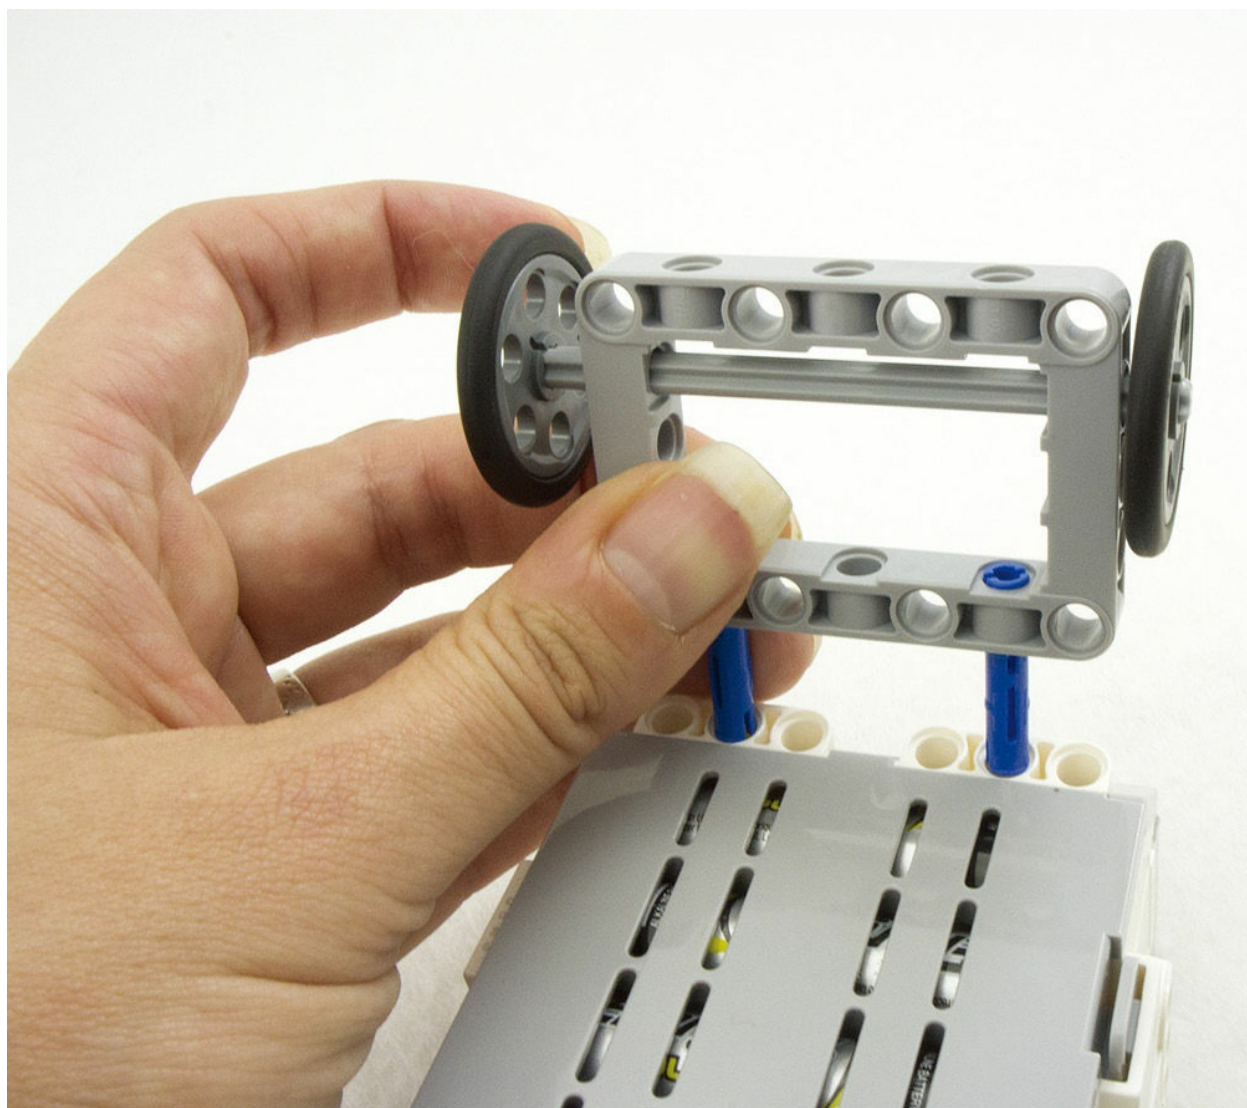

图6.3 将轮子安装到智能砖上
**4.** 使用之前装好的梁框一侧的蓝色销，将梁框安装到智能砖底部（如图6.3所示）。